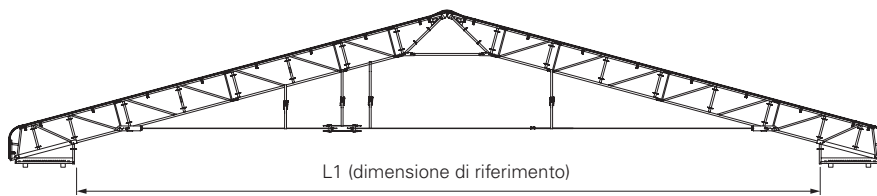

Fig. A7.06
- Controllare la dimensione L1 di riferimento e regolare, se necessario. (Fig. A7.06)